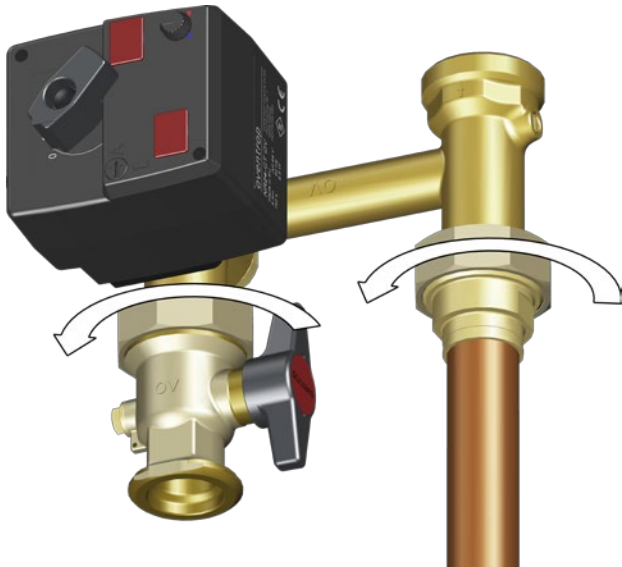

Abb. 29: Überwurfmutter vom Mischhahn lösen
- 2 Lösen Sie die Überwurfmuttern für den 3-Wege-Mischhahn mit einem Maulschlüssel SW 52 (siehe Abb. 29 auf Seite 23).